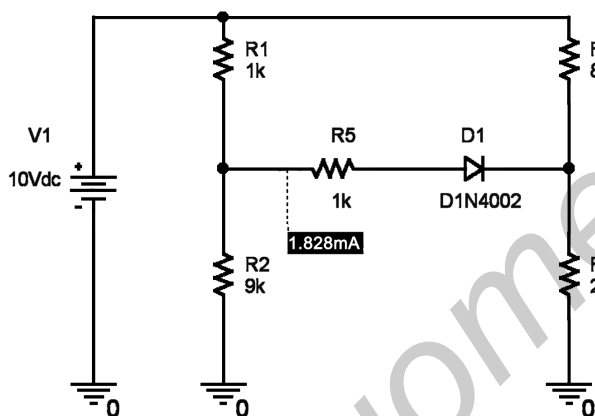

Рис. 6.2. Результат расчета исходной схемы
1. Промоделируем данную схему на постоянном токе с помощью программы Capture. Для этого соберем схему, проведем расчет переходного процесса (Time Domain), затем выведем результаты расчета по постоянному току, для чего из меню PSpice выберем пункты Bias Points → Enable, затем на панели инструментов нажмем кнопку «I». Результаты моделирования приведены на рис. 6.2. (На этом рисунке значения всех токов, кроме интересующего, убраны). Видим, что при данных параметрах ток через диод составляет 1,828 мА.